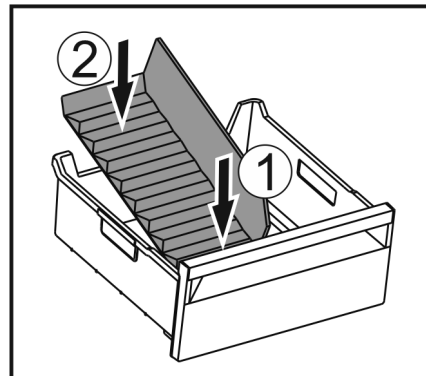

Fig. 49
- Sett inn separatore først foran Fig. 49 (1).
- Senk bakre del Fig. 49 (2).